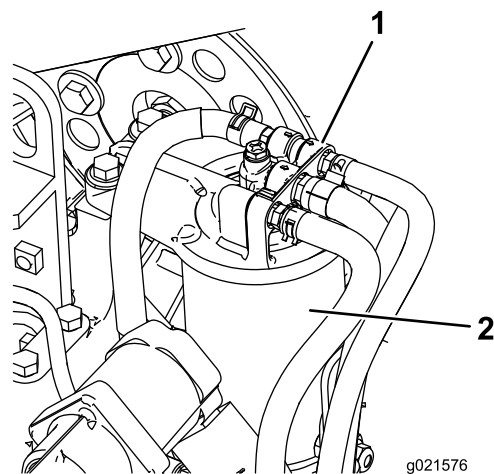

Figure 43
1. Nettoyez la surface autour de la tête du filtre à carburant (Figure 43).
2. Déposez le filtre et nettoyez la surface de montage de la tête du filtre (Figure 43).